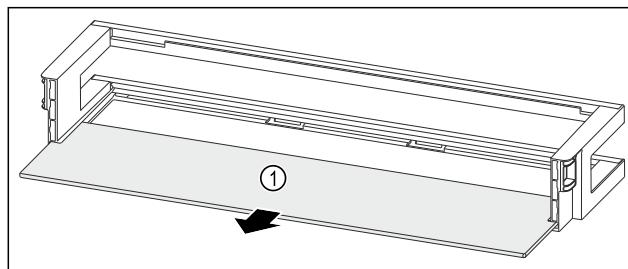

Fig. 116 Рафт на врата с рафт
- ▶ Свалете рафта Fig. 116 (1).